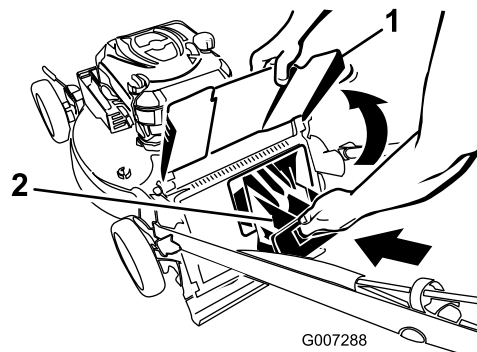

**Figure 25**
1. Faites passer le câble du lanceur autour du guide inférieur (Figure 25).